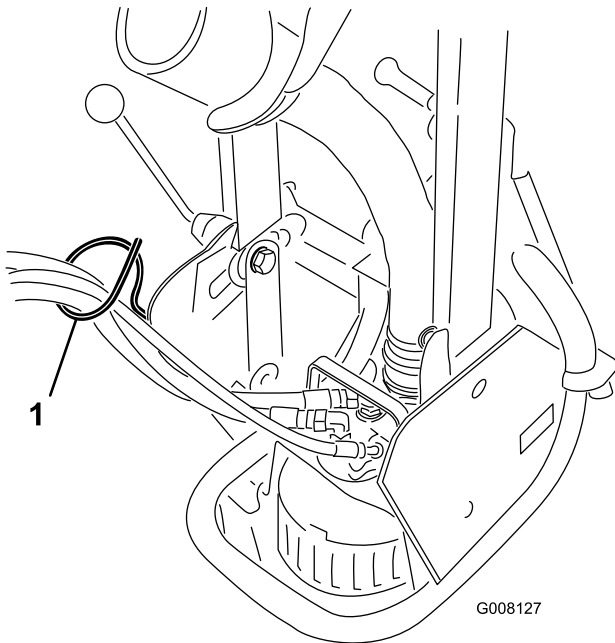

図 4
6. 油圧ホースを、サンドプロのリモート油圧装置に接続する。ホースをホース・ガイド (図 4) にセットする。油圧ホースが折れ曲がったり急角度で曲がったりしないように注意すること。